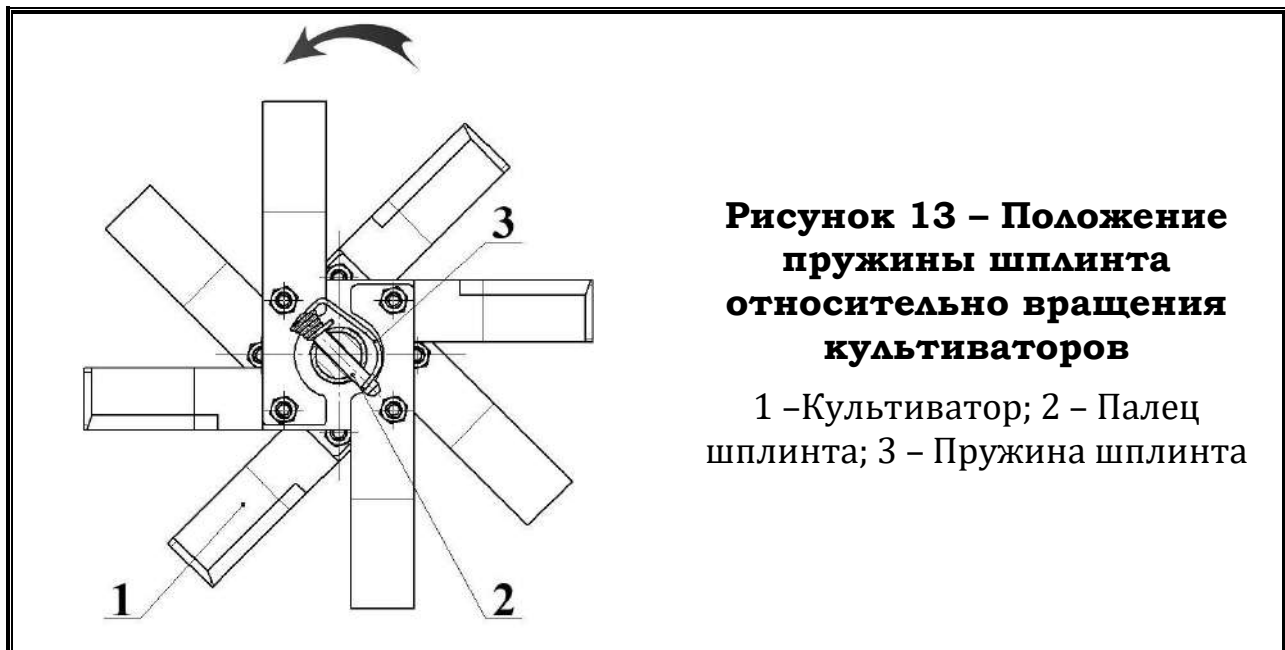

Рисунок 13 – Положение пружины шплинта относительно вращения культиваторов
1.2.4.2.4 Установите собранные культиваторы на выходной вал мотоблока так, чтобы при движении мотоблока острые кромки ножей культиваторов располагались по ходу вращения выходного вала суппорта, как показано на рисунках 12а, 12б, 12в или 12г. Закрепите культиваторы с помощью шплинтов так, как показано на рисунках 12. Пружина шплинта 3 (рисунок 13) должна быть защелкнута в противоположную сторону от вращения культиватора. Для улучшения собираемости и демонтажа рекомендуется выходной вал мотоблока смазать консистентной смазкой типа «Солидол».